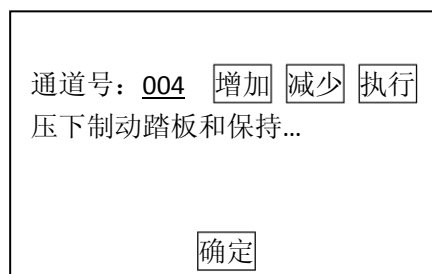

图 3-5
10) 压下制动踏板 10 次,关闭排气螺柱后,点击【增加】, 再按【执行】。出现提示“压下制动踏板和保持...”,按提示进行操作。如图 3-5;